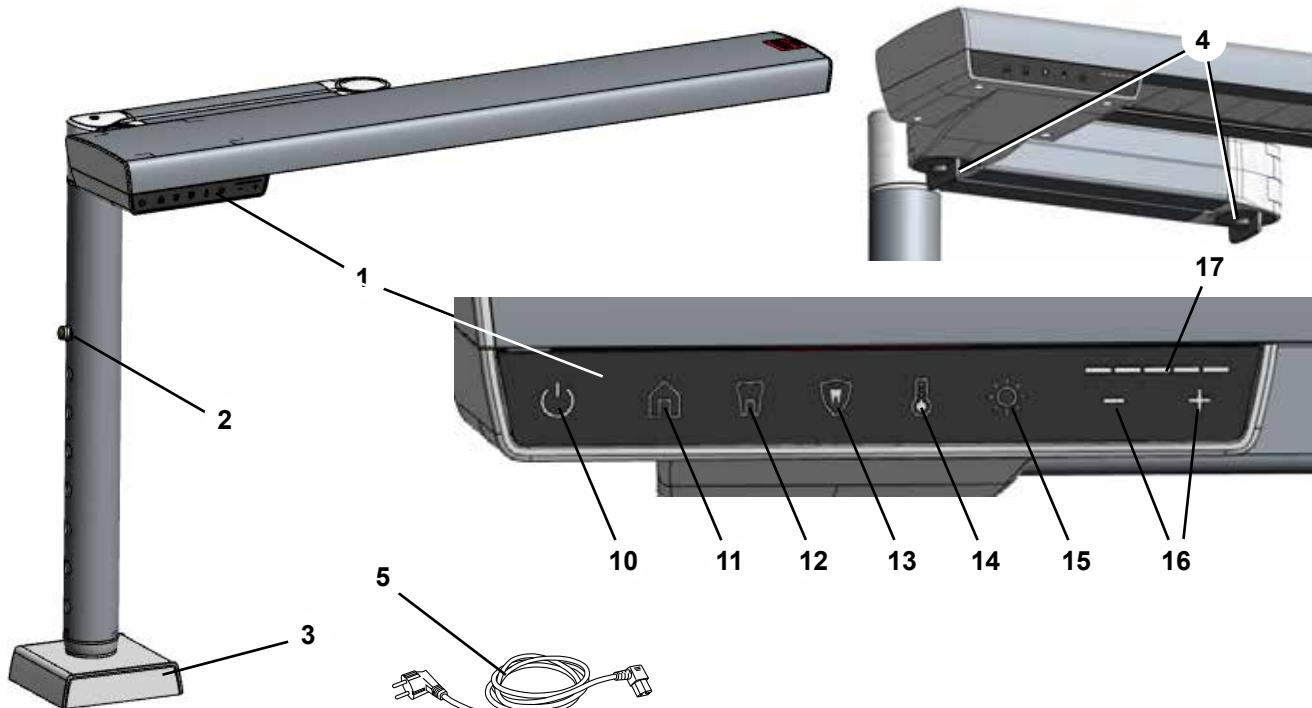

Fig. 1
- ⇒ Tryk låsemekanismen til højdeindstillingen (2, Fig. 1) ind og træk det indvendige rør på soklen ud til den maksimale position.
For at bestemme det egnede monteringssted løsnes samlingslåsen (4, fig. 1) og kontroller, at du kan flytte arbejdspladslampen til den optimale position beskrevet tidligere (kapitel 4.2.1).
- ⇒ Tryk kort på power (10)
- ♦ Tasten Brightness (15, Fig. 1) lyser.
- ♦ I Intensity - visning (17, Fig. 1) bliver den aktuelle værdi for lysstyrke vist.
- ⇒ Tryk på power (10)